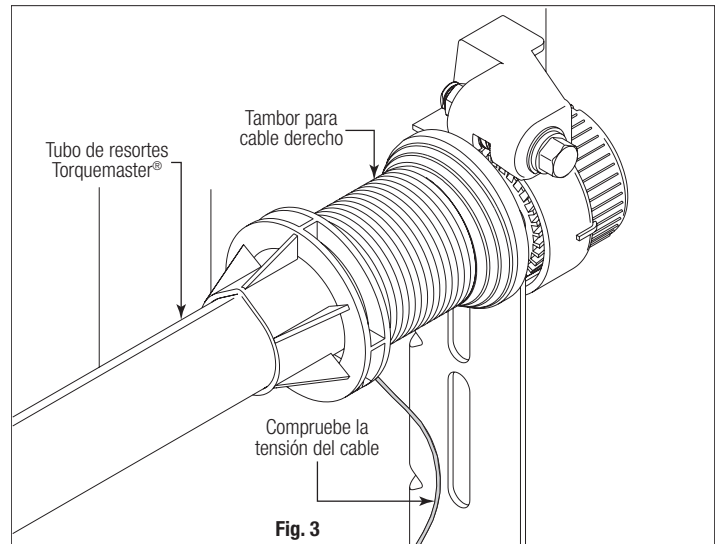

Fig. 3
**PASO 3:** Verifique que la tensión del resorte se haya eliminado jalando los cables de contrapeso ubicados en los tambores para cable derecho e izquierdo de manera que se alejen del cabecero (Fig. 3). Si la tensión del resorte se ha eliminado, los cables estarán flojos y el tubo de resortes TorqueMaster® debería estar libre para rotar en cualquiera de los dos sentidos.